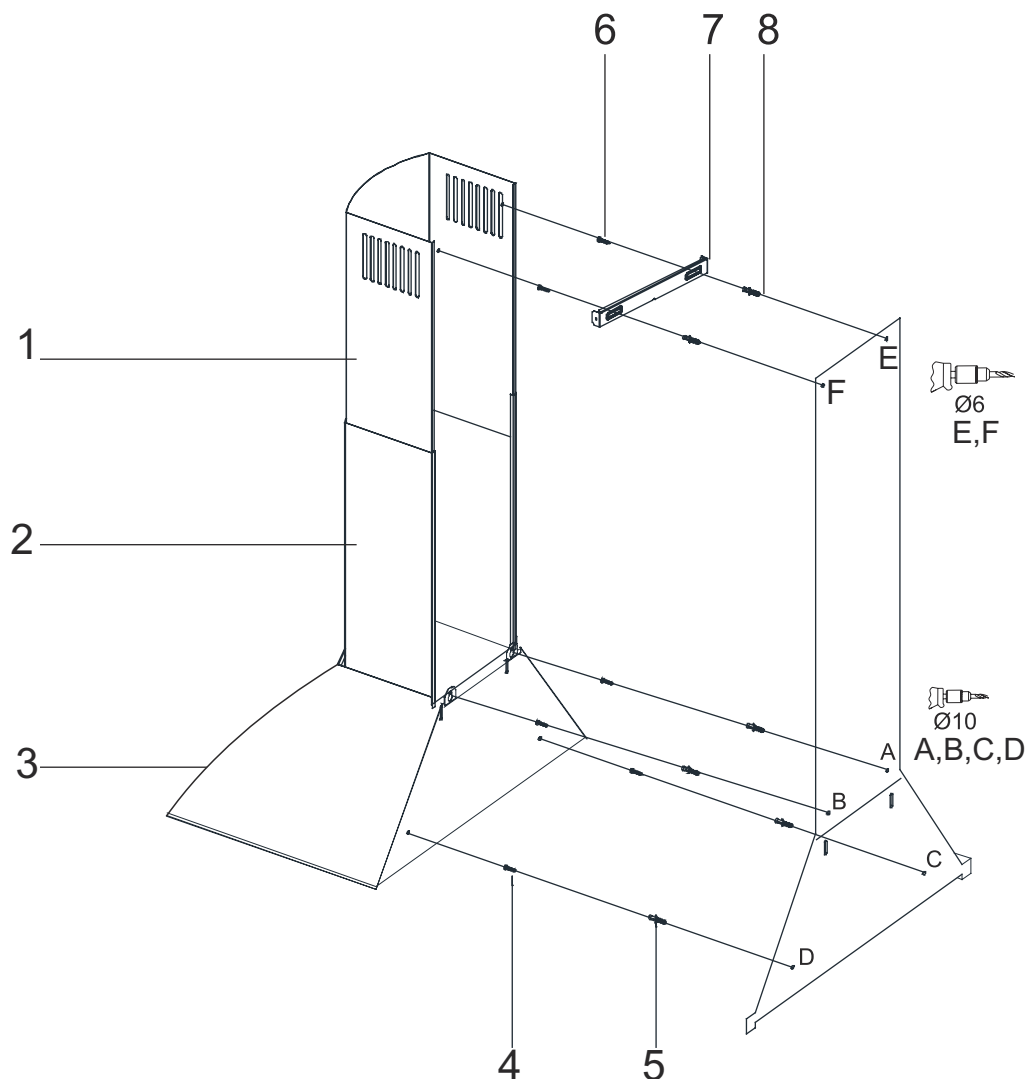

Fig. 8
1. ➔ Fäst monteringsritningen på väggen vid önskad höjd på fläkten i förhållande till spishällen (följ våra höjdrekommandationer). Markera punkterna A, B, C och D (Fig. 8).
2. ➔ Säkerställ avståndet 5 mm mellan väggen och skruvhuvudet (Fig. 8).
3. ➔ Spänn åt skruvarna A + B på väggen och skruva sedan fast skruvarna till punkterna D, C (Fig. 8).
2. ➤ Väggbeslagen till skorstenen (3) måste vara centrerat och punkterna E, F ska markeras (Fig. 8).
3. ➤ Borra nu på punkterna E, F med 6mm borr. Sätt sen in $\varnothing 6$ mm pluggar i hålen. Fäst därefter väggbeslagen till skorstenen med 3,9 x 22 skruvar (Fig. 8).